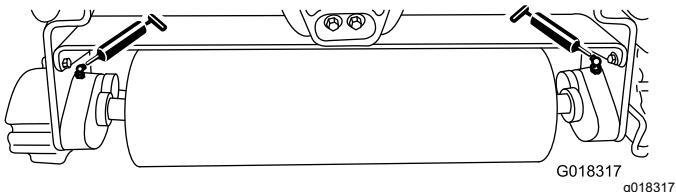

Bild 8
Fetten Sie die zwei Schmiernippel (Bild 8) an jeder Dreifachrolle nach jeweils 15 Betriebsstunden mit einem Nr. 2 Schmierfett auf Lithumbasis ein. Eine Handfettpresse ergibt die besten Ergebnisse.
2. Tragen Sie Schmiermittel auf die Wellenlager der Dreifachrolle auf, bis Sie einen Druck spüren (Bild 8).